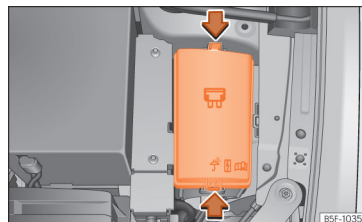

Abb. 52 Im Motorraum: Abdeckung des Sicherungskastens.
- Drücken Sie die Verriegelungslaschen, um die Abdeckung des Sicherungskastens zu entriegeln » **Abb. 52.**